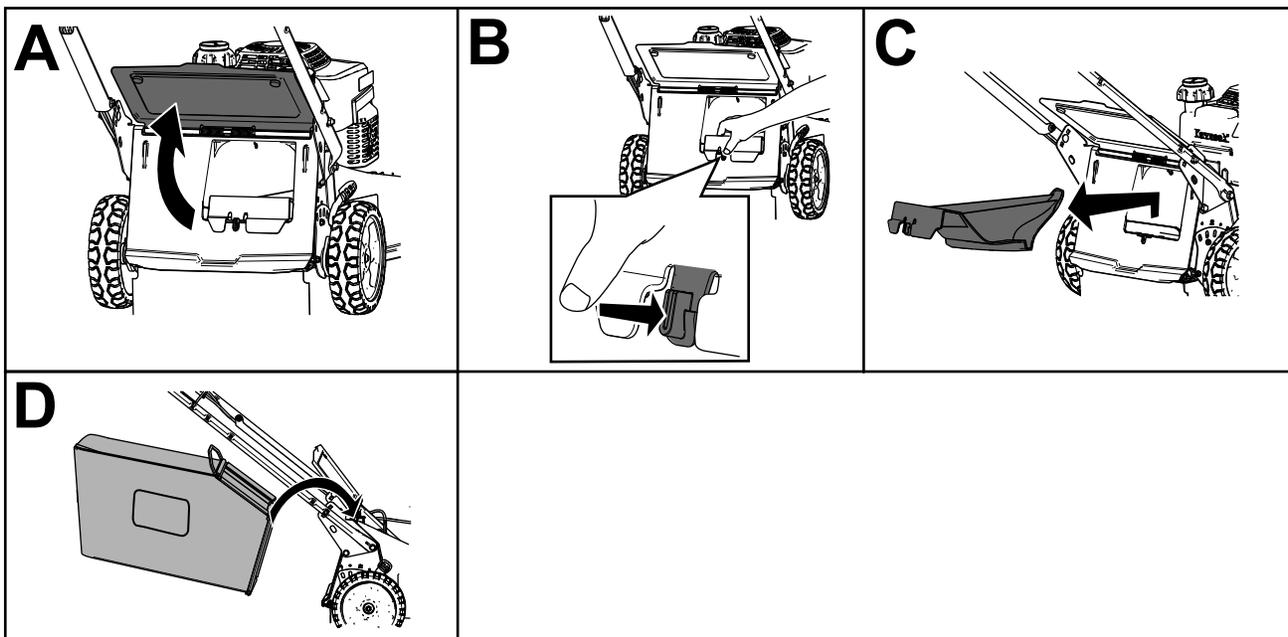

Figura 17
2. Faça subir e mantenha elevado o defletor traseiro (A da Figura 17).
3. Retire o bujão de descarga traseira empurrando o trinco para baixo com o polegar e retirando o bujão da máquina (B e C de Figura 17).
4. Instale as extremidades da barra do saco nas ranhuras na base da pega e abane o saco para a frente e para trás para assegurar que as extremidades estão encaixadas na parte inferior de ambas as ranhuras (D de Figura 17).